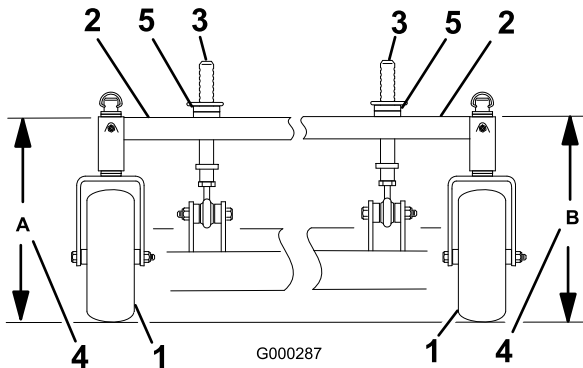

Figura 75
4. Mida la altura del bastidor de tiro en la posición **A** (Figura 75).
5. Mida la altura del bastidor de tiro en la posición **B** (Figura 75).